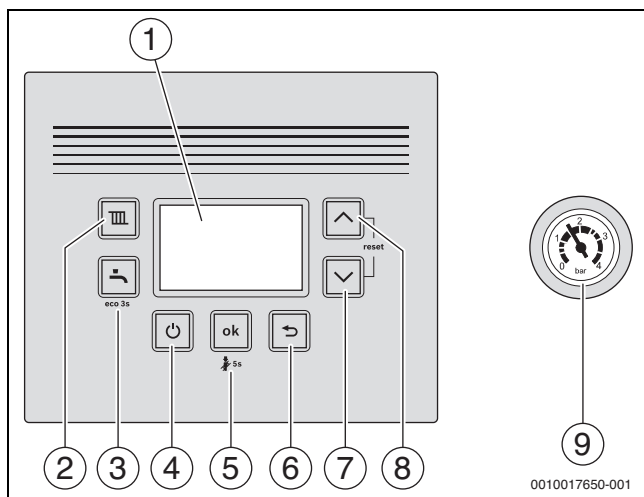

Fig. 1 Privire de ansamblu asupra panoului de comandă
- Opriți aparatul folosind tasta (→ fig. 1).